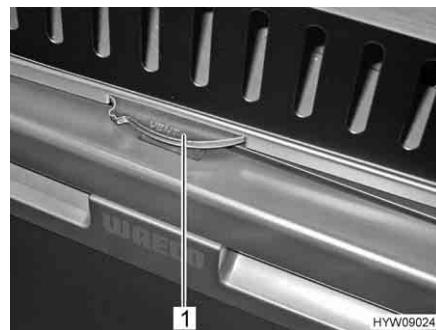

Fig. 70 Bloccaggio della porta del frigorifero
**Chiusura:** ■ Ruotare a destra ("Lock") la ruota di bloccaggio (Fig. 70,1) fino all'arresto. La posizione "Lock" resta impostata durante il funzionamento.
**Arresto in posizione di ricircolo d'aria:** ■ Ruotare a sinistra ("Vent") la ruota di bloccaggio (Fig. 70,1) fino all'arresto.